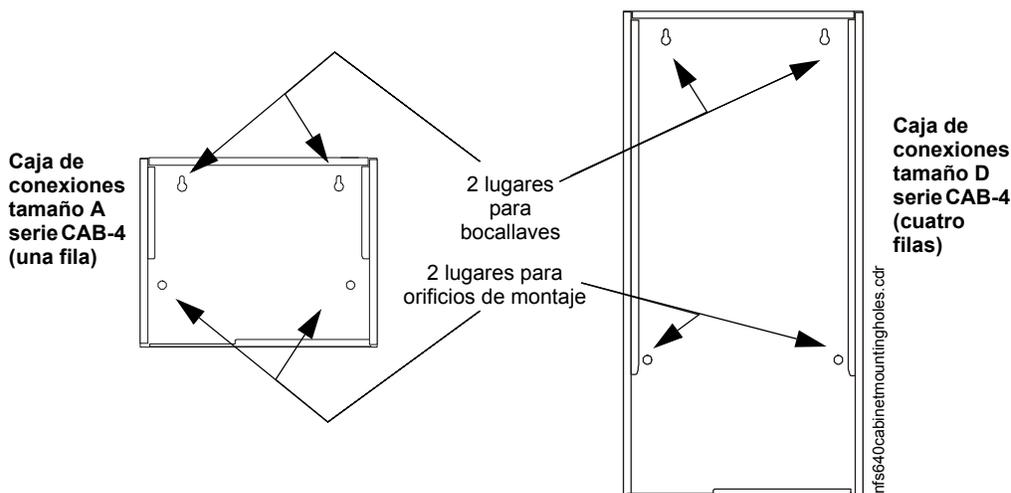

Figura 3.1 Orificios de montaje de una caja de conexiones
- Para un montaje seguro, utilice los cuatro orificios en la superficie posterior de la caja de conexiones. (Consulte la figura 3.1.)